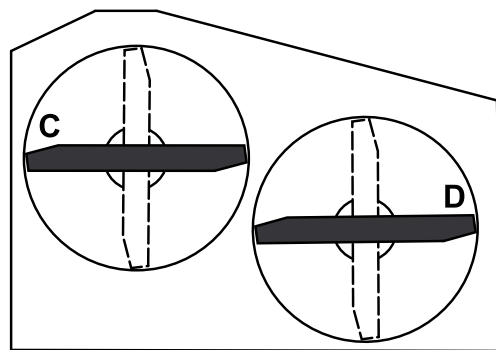

Figura 58
- Coloque las cuchillas en posición lateral. Mida en las posiciones **C** y **D** desde una superficie nivelada hasta el filo de corte de los extremos de la cuchilla (Figura 58).